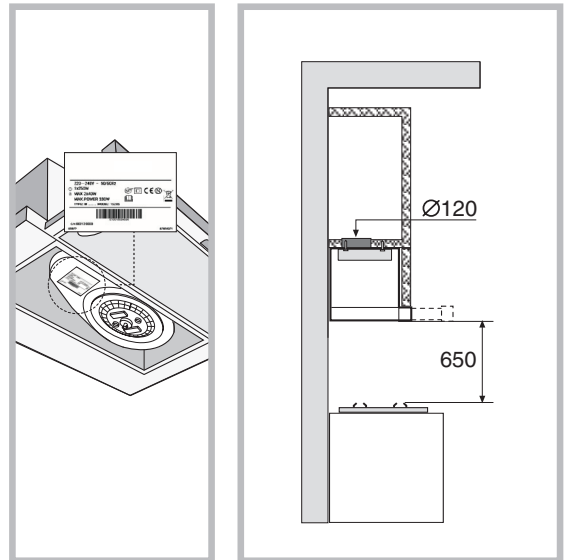

Fig.1C
- проверьте, чтобы напряжение и мощность, указанные на заводской табличке (расположена внутри изделия) соответствовали данным сети электропитания и электрической розетки. В случае сомнений обратитесь к квалифицированному электрику (**рис. 1C**).